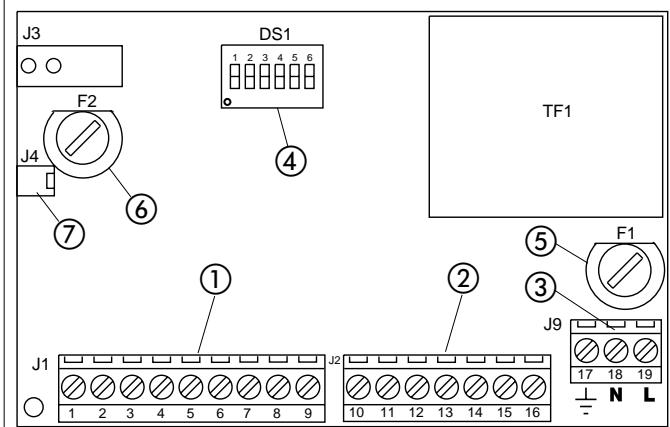

Fig. 19
Fusibili di protezione	N° 2 (vedi fig. 19)
1 **Morsettiera J1** (fig. 19) a bassa tensione è utilizzata per collegare tutti gli accessori (vedi tab. 3).
(2) Morsettiera J2 (fig. 19)
(3) Morsettiera J9 (fig. 19)